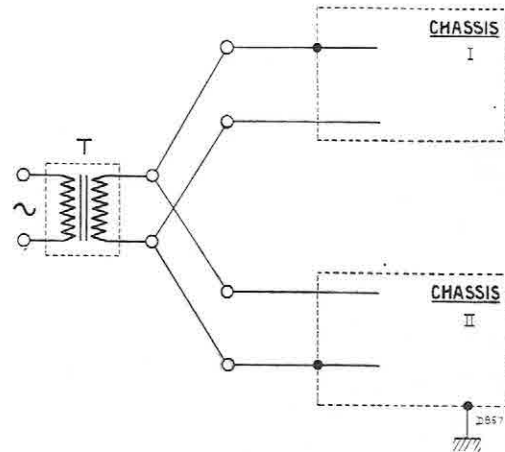

Fig. 2
Lorsqu'on branche deux ou plusieurs récepteurs sur le même transformateur intermédiaire, on doit veiller à ce que les (2) châssis soient branchés du même côté de l'enroulement secondaire, donc ne soient pas branchés comme indiqué sur la fig. 2. Dans la position reproduite le châssis en particulier se trouve sous tension par rapport à la terre. Si ce châssis est aussi mis à la terre le transformateur se trouve court-circuité. Un transformateur à prises a été construit spécialement pour le cas ci-dessus. Celui-ci peut être livré avec ou sans disjoncteur pour 2 Ampères.